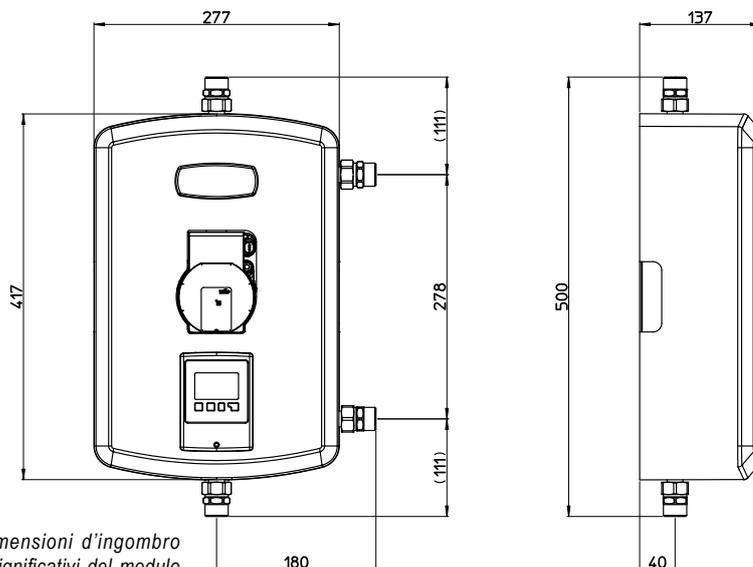

Figura 3: dimensioni d'ingombro ed interessi significativi del modulo
- ✓ Allacciare le tubazioni secondo lo schema di collegamento attenendosi alle indicazioni riportate in *Figura 3*.